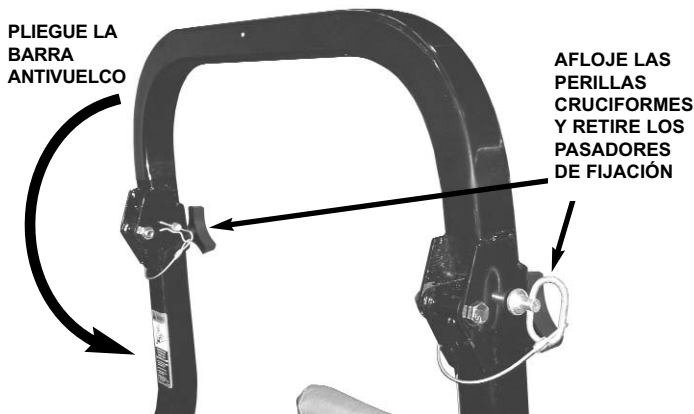

FIGURA 3.14
2. Afloje las perillas cruciformes y saque los pasadores de fijación. Vea la figura 3.14.